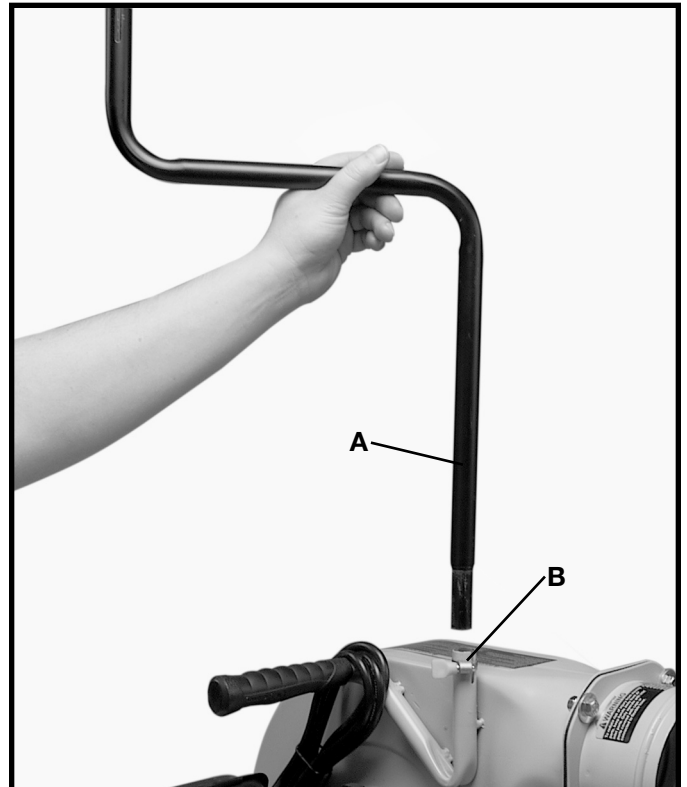

Fig. 8
2. Introduzca la ménsula del soporte del tubo (A) en el portasoporte del tubo (B), de la manera que se muestra en la Fig. 8.